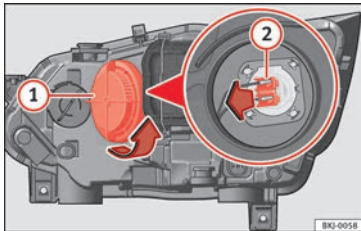

Bild 109 I motorrummet: helljusstrålkastare.
- Vrid skyddet ① moturs och ta ut det » **bild 109**.
- Ta bort kontakten till glödlampa ② genom att dra den utåt.
- Montera kontakten till glödlampa ②.
- Montera skyddet ① genom att vrida det åt höger.